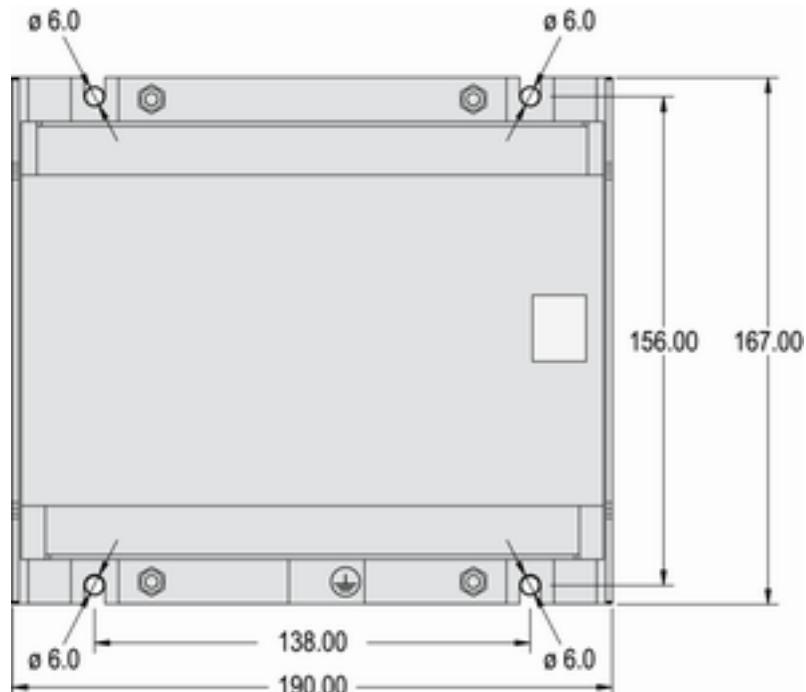

Abb. 10: Blechgehäuse - Bohrschema
- 1.** → Bohren Sie die Löcher entsprechend den Abmessungen in Abb. 10 (Abmessungen in mm dargestellt).